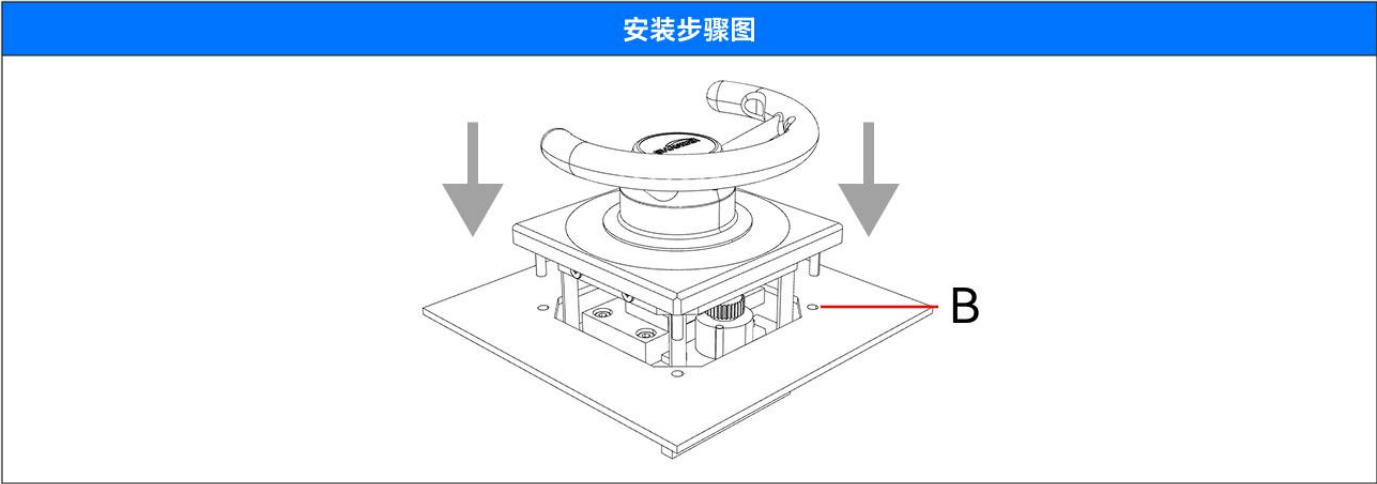

图3.2
2. 如图3.2，将手轮竖直放置于安装板开孔内，并将螺丝对准螺孔B，遇到凸出部分可将手轮旋转或倾斜放入。